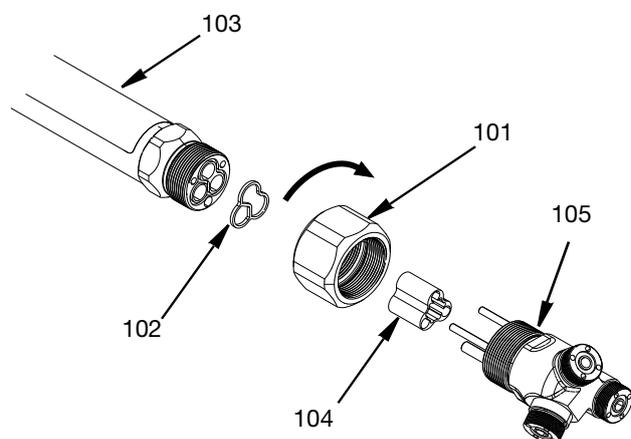

FIG. 29
1. Installare la guarnizione dell'adattatore (102) nell'estremità del gruppo tubo lungo (103). Installare il cuscinetto di intercettazione della valvola (104) sugli aghi di intercettazione a sfera (418).
**NOTA:** L'estremità aperta del cuscinetto di chiusura della valvola (104) deve essere rivolta verso gli ugelli di erogazione.
2. Applicare lubrificante antigrippaggio alle filettature del gruppo tubo lungo (103) e del gruppo adattatore a 3 teste (105).
3. Appoggiare il dado di bloccaggio tenditore (101) sull'estremità filettata del gruppo tubo lungo (503) ma non avvitare.
- Inserire i perni di riferimento del gruppo adattatore a 3 teste (105) nel gruppo tubo lungo (103). Ruotare il dado tenditore in senso orario guardandolo stando rivolti verso l'alloggiamento girevole in modo che le filettature del gruppo tubo lungo (103) e del gruppo adattatore a 3 teste (105) si innestino contemporaneamente. Serrare il dado a (101,69 N•m) 75 ft-lb. Vedere FIG. 29.